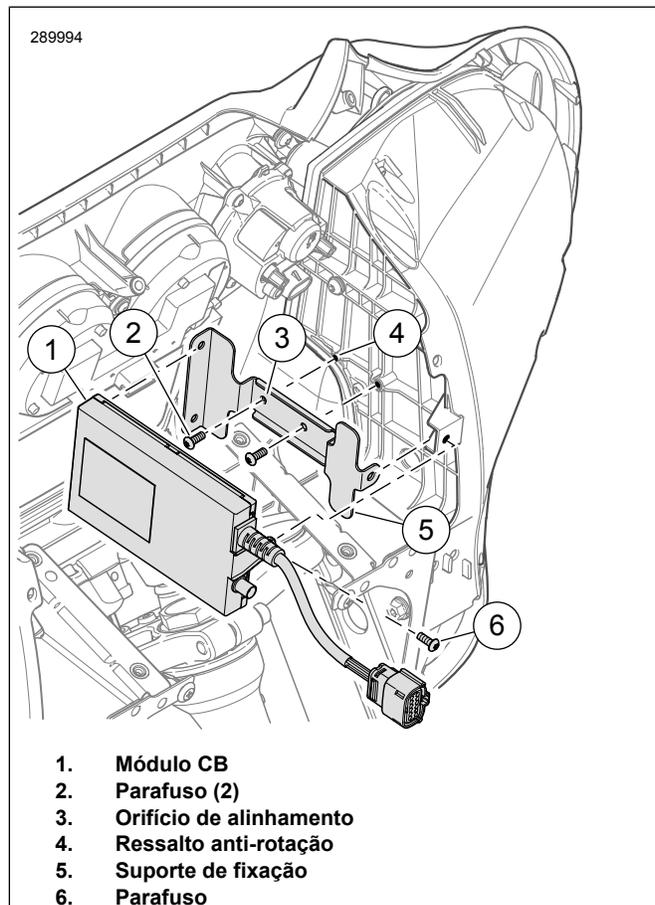

Figura 2. Instalar o módulo CB: Carenagem montada no garfo
1. Ver Figura 2 . Alinhe o orifício (3) no suporte de montagem (5) com o ressalto anti-rotação (4).
2. Instale os parafusos (2). Aperte.